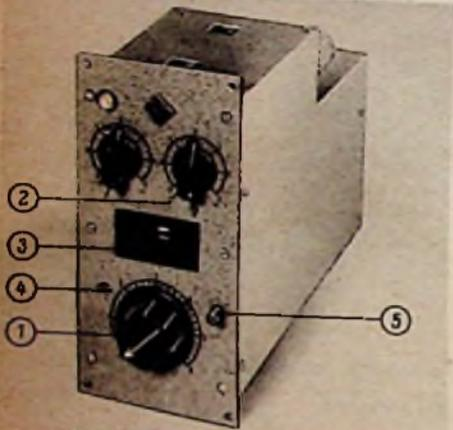

Bild 1. Stereo-Summenverstärker ELA V 110 von Telefunken
(Bild 1 und 2: FTZ, Darmstadt, Bild 3: Fernseh GmbH, Bild 4 bis 8: Arch. Elektr. Obertr.)
Der neue Verstärker (Bild 1) hat eine gemeinsame Verstärkungseinstellung für beide Kanäle mit einem Tandem-Potentiometer (1). Auch die getrennte Höhen- und Tiefenentzerrung (2) erfolgt stereogenau gleichzeitig in beiden Kanälen. Mit dem Magischen Doppelschaltstrich EMM 801 (3) wird die Aussteuerung für beide Kanäle getrennt angezeigt. Dabei ist weniger daran gedacht, die Aussteuerung zu messen, als vielmehr anzudeuten, ob einer der Kanäle übersteuert ist. Für das Messen selbst und damit für das Einstellen einer bestimmten Lautstärke wird der übliche, einkanalige Tonmesser bzw. das Aussteuerinstrument verwendet. Um im richtigen